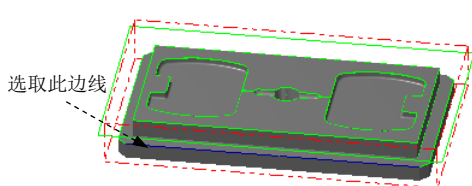
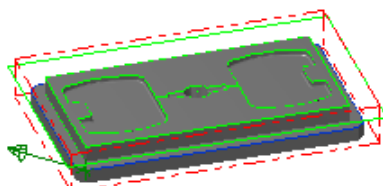

图 20.14 选取边线
图 20.15 定义区域
Step2. 选择下拉菜单 **刀具路径(T)** → **外形铣削... (C)...** 命令，系统弹出“串连选项”对话框。
Step3. 设置加工区域。在图形区中选取图 20.14 所示的边线，在“串连选项”对话框中单击“反向”按钮  (效果如图 20.15 所示)。单击  按钮，完成加工区域的设置，同时系统弹出“2D 刀具路径-外形铣削”对话框。